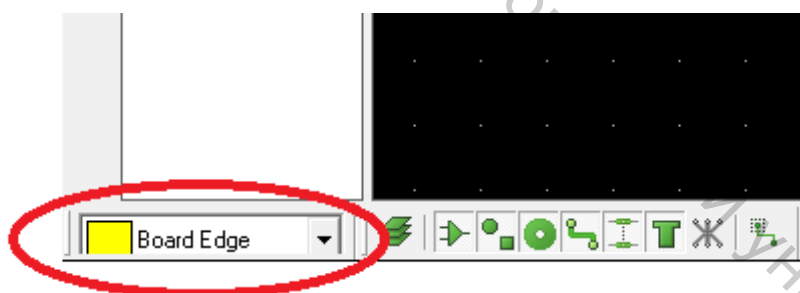

Рисунок 22 – Определение области размещения элементов
2. Для осуществления автоматической компоновки необходимо определить область, в которой можно размещать элементы. Для этого нажимаем кнопку «» выбираем внизу в выпадающем списке слой Board Edge и обозначаем размер платы в рабочей области (рис. 22).